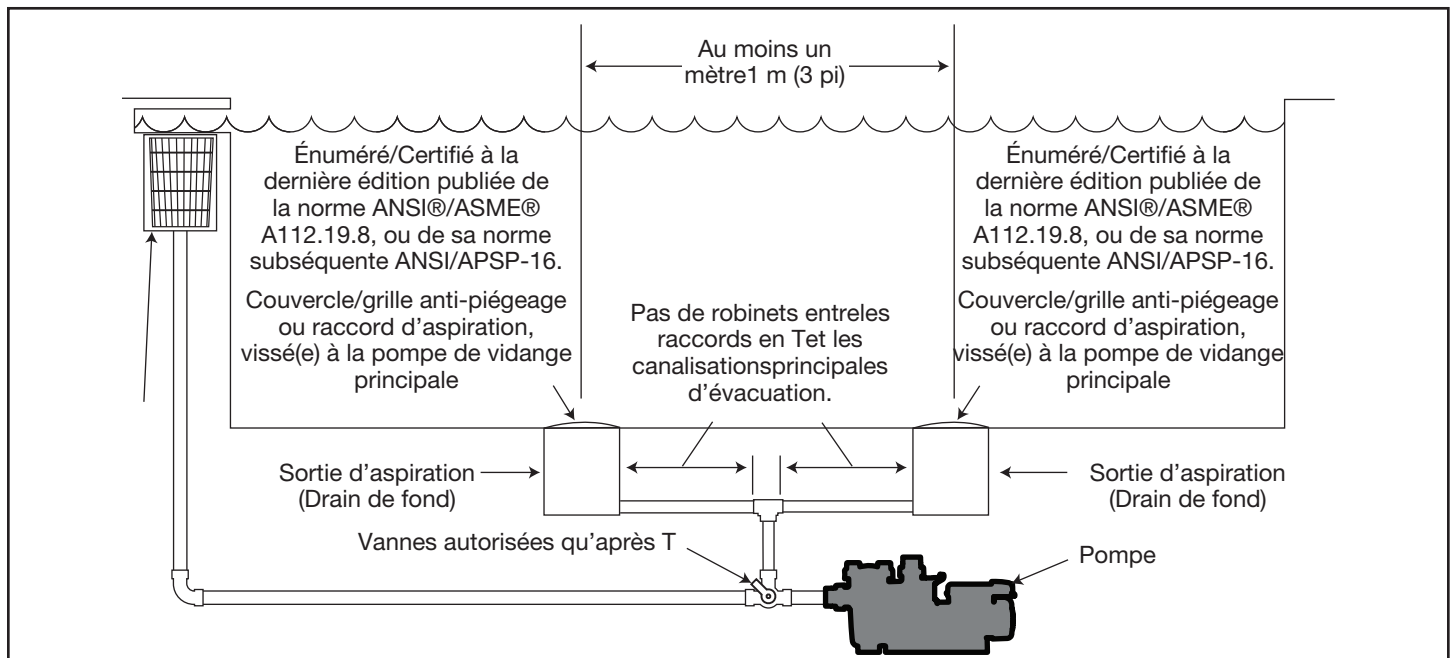

Figure 1. Plomberie adéquate pour aspiration de la pompe
Nombre de prises d'aspiration par pompe : fournir aux moins deux (2) prises d'aspiration hydrauliquement équilibrées avec les couvercles, comme prises d'aspiration pour chaque conduite d'aspiration de pompe. Les centres des prises d'aspiration sur n'importe quelle conduite d'aspiration doivent être à au moins 90 cm (3 pi) de distance, centre à centre. Reportez-vous à la Figure 1.
Le système **doit** être construit pour inclure au moins deux (2) prises d'aspiration (drains) raccordées à la pompe lorsqu'elle fonctionne. Cependant, si deux (2) prises d'aspiration deviennent une seule conduite d'aspiration, celle-ci peut être dotée d'une valve qui arrête les deux prises d'aspiration de la pompe. Le système sera construit de manière à ne pas permettre un verrouillage séparé ou indépendant, ni l'isolation de chaque drain. Reportez-vous à la Figure 1.